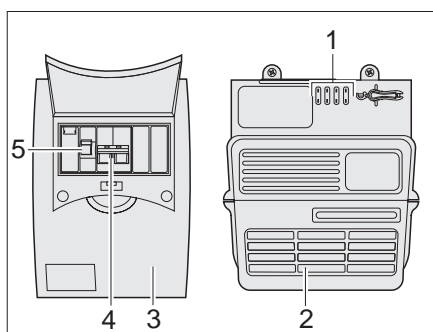

Fig. 87 Bloc secteur et disjoncteur automatique
Le coffret de fusibles 230 V (Fig. 87,3) est montée à côté du bloc transformateur (Fig. 87,2).
Dans le coffret de fusibles (Fig. 87) se trouvent le fusible principal (Fig. 87,4) et un disjoncteur différentiel (Fig. 87,5).
Le disjoncteur différentiel (Fig. 87,5) mesure le flux de courant des lignes d'arrivée et de retour de courant. En cas d'équilibre entre les deux lignes, le disjoncteur différentiel reste inactif. En cas de différence entre les lignes, le disjoncteur interrompt immédiatement le flux de courant. De la sorte, il empêche des accidents électriques dangereux.
- Pousser l'interrupteur principal (Fig. 87,4) vers le haut en position "ON".
- Pousser le disjoncteur différentiel (Fig. 87,5) vers le haut en position "ON".